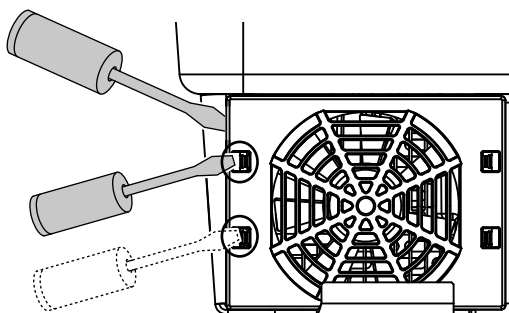

Bild 64: Lossa låstungorna
3. Tryck med en andra skruvmejsel låstungorna mot fläktens mitt. Dra fram fläktenheten lite. 📖 Bild 64